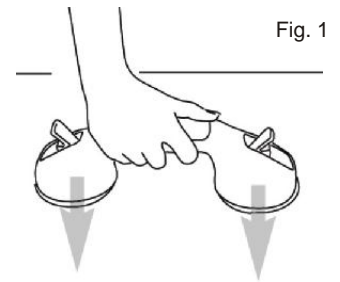

Fig. 1
3. Drücken Sie den Griff sanft gegen die Oberfläche, um überschüssige Luft heraus zu drücken (FIG.1). Dann drücken Sie die Hebel fest nach unten (FIG 3).